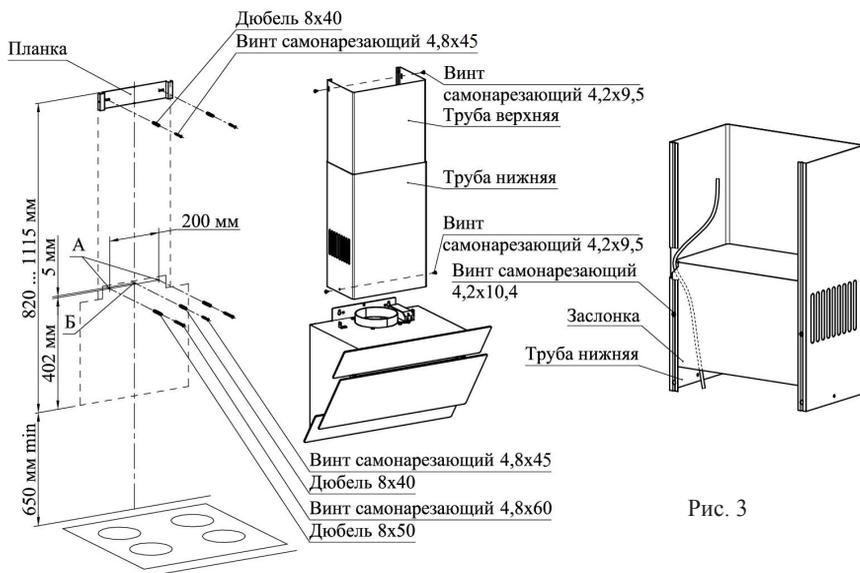

Рис. 3
**ВНИМАНИЕ!** МИНИМАЛЬНОЕ РАССТОЯНИЕ МЕЖДУ ПЛОСКОСТЬЮ УСТАНОВКИ ПОСУДЫ НА ПЛИТУ (НАГРЕВАТЕЛЬНОЙ ПОВЕРХНОСТЬЮ) И ВОЗДУХООЧИСТИТЕЛЕМ ДОЛЖНО БЫТЬ 65 см. ВОЗДУХООЧИСТИТЕЛЬ КРЕПИТЬ НА РОВНУЮ ПОВЕРХНОСТЬ (рис. 3).
- 6.3 С учетом установочной высоты и центральной линии разметьте на стене отверстия (А и Б) (рис. 3).
- 6.4 Просверлите отверстия диаметром 8 мм: А на глубину 70 мм, Б на глубину 50 мм (рис. 3).
- 6.5 В отверстия вставьте дюбели согласно рис. 3 и по отверстиям А заверните не до упора два винта самонарезающих 4,8x60, на которые навесьте воздухоочиститель.